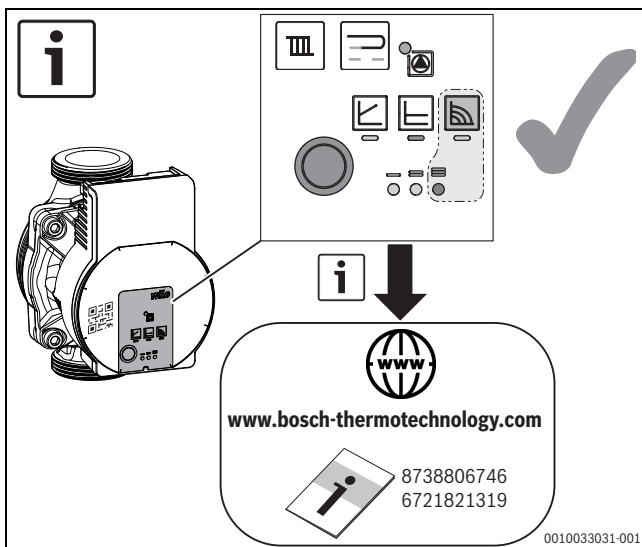

Fig. 11 Impostazione della pompa (esempio)
- Impostare la pompa sul livello 3 (→Fig. 11).
- ▶ Impostare la pompa sul livello 3 (→ Fig. 11).